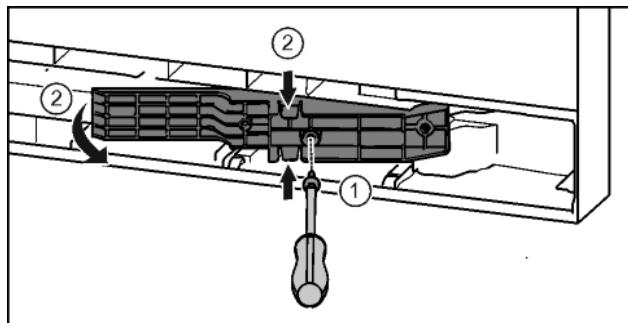

Fig. 22*
- ▶ Отпустить винты отверткой T15.* Fig. 22 (1)
► Извлечь деталь адаптера.* Fig. 22 (2)